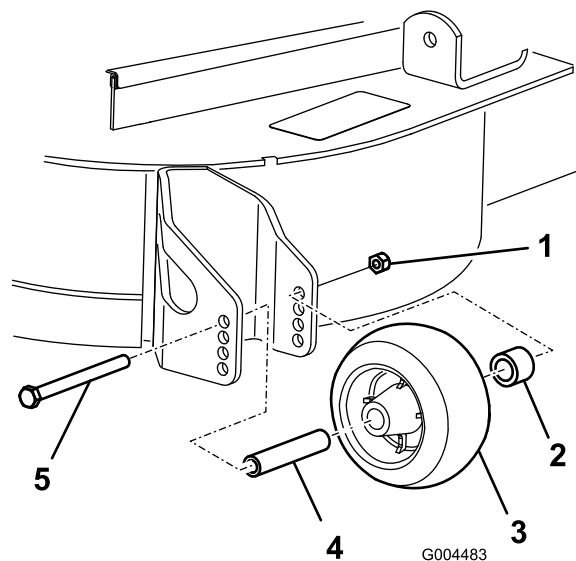

Figure 23
3. Après avoir réglé la hauteur de coupe, réglez les galets en retirant l'écrou à collerette, la bague, l'entretoise et le boulon (Figure 23).
5. Posez l'écrou à embase, la bague, l'entretoise et le boulon. Serrez à 54–61 Nm (Figure 23).